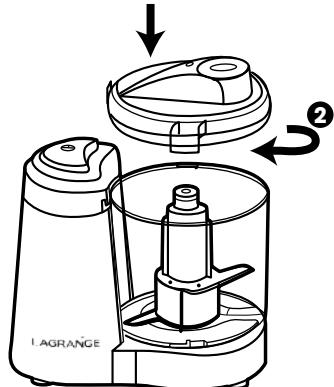

Fig. 3
- \* Plaats het deksel op de beker met ingrediënten. Vergrendel het deksel door het vergrendelingslipje volledig in de vergrendelingsopening van het deksel in te brengen en het te draaien in de richting van de wijzers van de klok (Fig. 3).